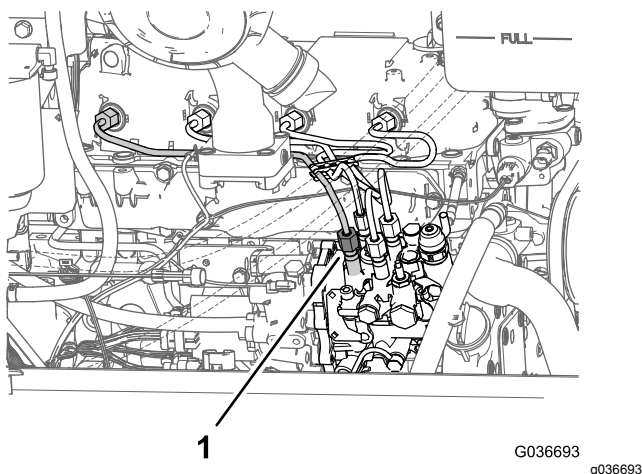

Рисунок 74
1. Ослабьте натяжение гайки трубки, идущей к топливному инжектору цилиндра № 1, на насосе для впрыска топлива (Рисунок 74).